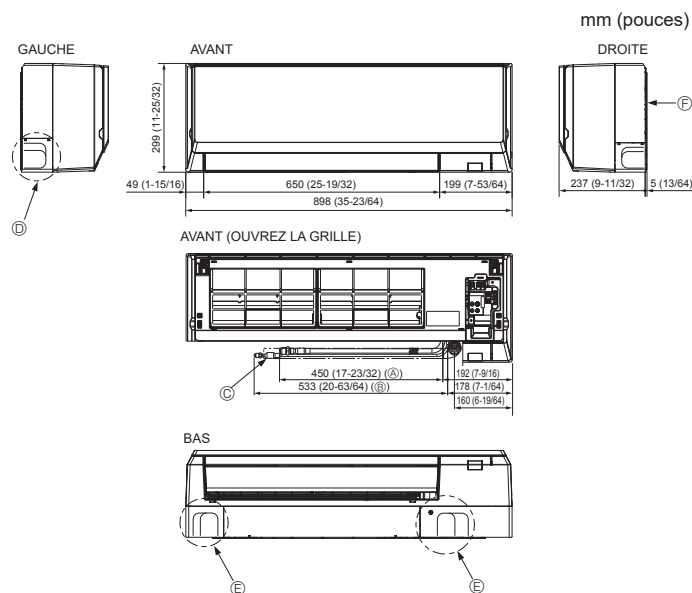

Fig. 4-3
4.3. Mise en place des tuyaux de réfrigérant et d'écoulement (Fig. 4-3)
- Ⓖ Plaque d'installation ①